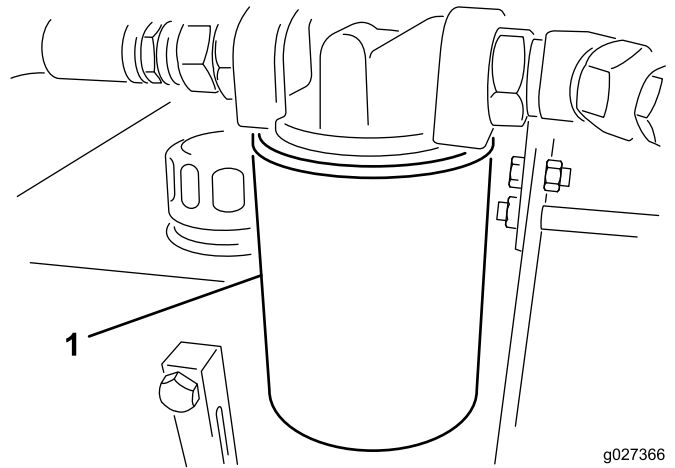

Figura 12
3. Collocate una bacinella di spurgo sotto il filtro, e togliete il filtro (Figura 12).